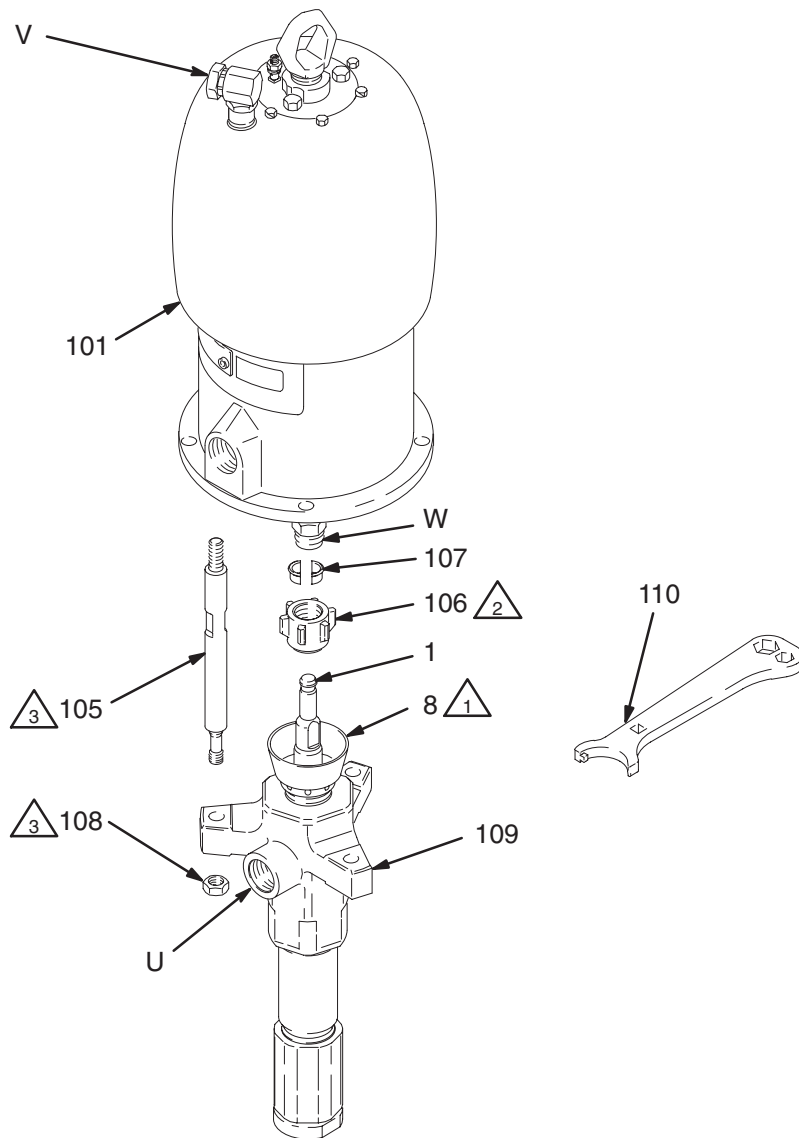

Fig. 4
1. Accertarsi che il dado di accoppiamento (106) ed i collari di accoppiamento (107) siano al loro posto sull'asta del pompante (1). Vedere Fig. 4.
2. Avere una persona che mantiene il pompante mentre l'altra lo ricollega al motore (vedere figura **AVVERTENZA** sulla sinistra). Orientare l'uscita fluido (U) rispetto all'ingresso aria (V) del motore secondo le annotazioni prese in precedenza nel passo indicato 4 in **scollegamento del pompante**. Posizionare il pompante (109) sui tiranti (105).
3. Avvitare le viti (108) sui tiranti (105) e serrare fino a 81–89 N.m.
4. Avvitare lentamente il dado di accoppiamento sull'albero del motore (W). Mantenere la base dell'albero del motore in una morsa per evitare che l'asta ruoti. Utilizzare una chiave inglese regolabile per serrare il dado di accoppiamento. Serrare fino a 196–210 N.m.
5. Ricollegare tutti i tubi. Ricollegare il filo di terra se era stato scollegato. Riempire il premiguarnizioni (8) fino ad 1/3 di liquido sigillante per filettature (TSL) o solvente compatibile.